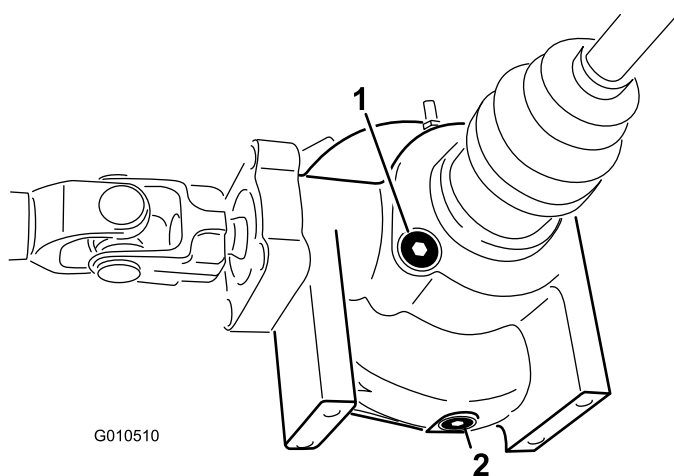

Figure 50
2. Nettoyez la surface autour du bouchon de vidange sur le côté du différentiel (Figure 50). Placez un bac de vidange sous le bouchon de vidange.